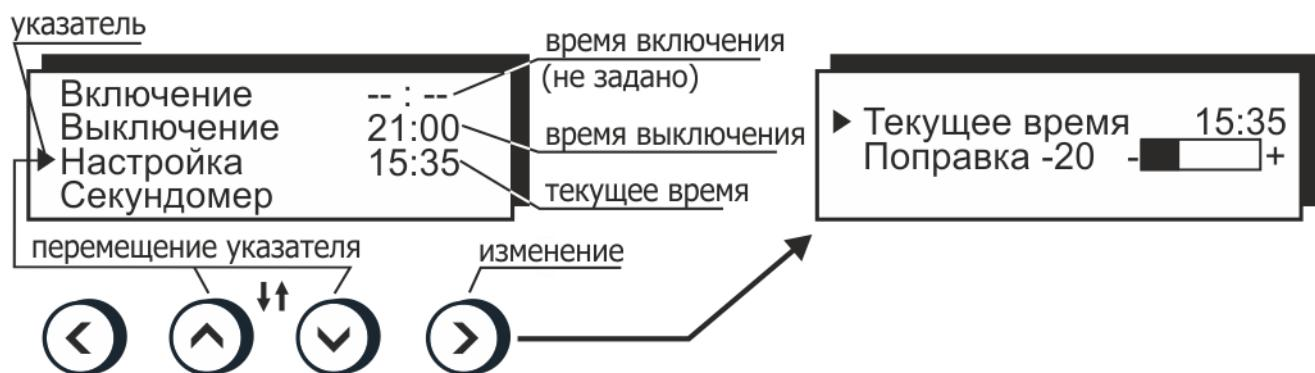

Рисунок 10 — Управление встроенными часами
- нажатиями кнопок (\blacktriangle) и (\blacktriangledown) установить указатель против нужного времени: включения или выключения (рисунок 10);
- нажатиями кнопок (▲) и (▼) установить указатель против пункта “Секундомер” (рисунок 10);